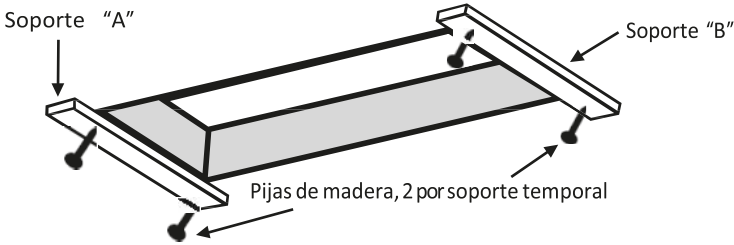

FIGURA 4
A. Añada soportes temporales “A” y “B” con pijas de 2 1/2” como se describe en seguida y como muestra en la Figura 4 y 5.